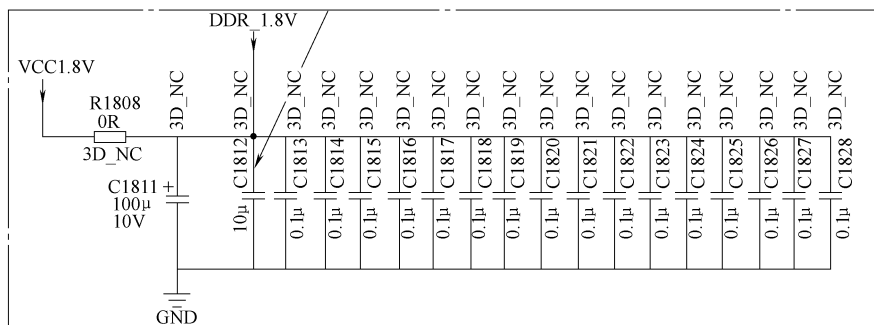

图 5-27 电容 C1812 相关电路截图
- 2) 电容 C1812 相关电路截图如图 5-27 所示。